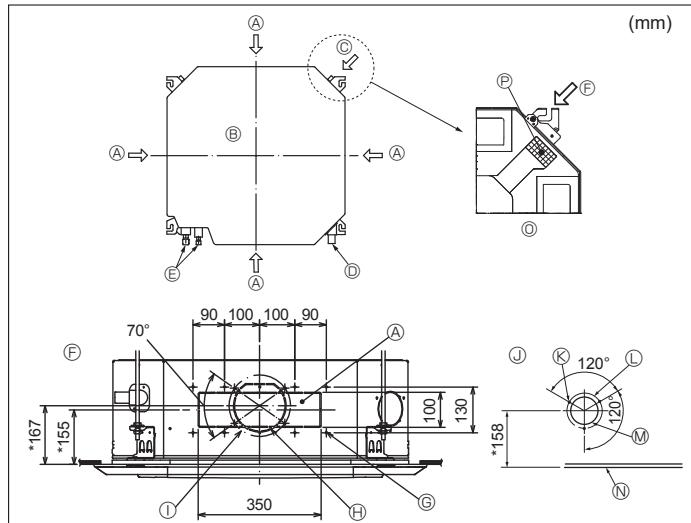

Fig. 3-4
- (A) Tubo di drenaggio
- (B) Soffitto
- (C) Griglia
- (D) Tubo del refrigerante (liquido)
- (E) Tubo del refrigerante (gas)
- (F) Unità principale
3.4. Foro del condotto di diramazione e foro dell'ingresso dell'aria fresca (Fig. 3-4)
Al momento dell'installazione, usare i fori dei condotti (predisposti) situati nelle posizioni indicate nella Fig. 3-4, se e quando richiesto.